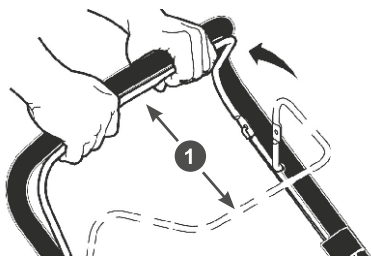

Рис. 12 Рычаг остановки двигателя
Перед запуском двигателя, несколько раз задействуйте рычаг остановки двигателя 1 (Рис. 12). Проверьте, чтобы рычаг и трос остановки двигателя работали должным образом.
2. Отпустите рычаг 1 остановки двигателя (Рис. 12).